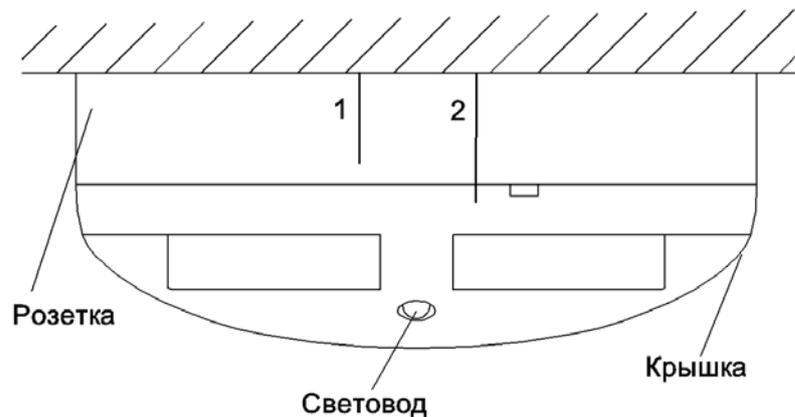
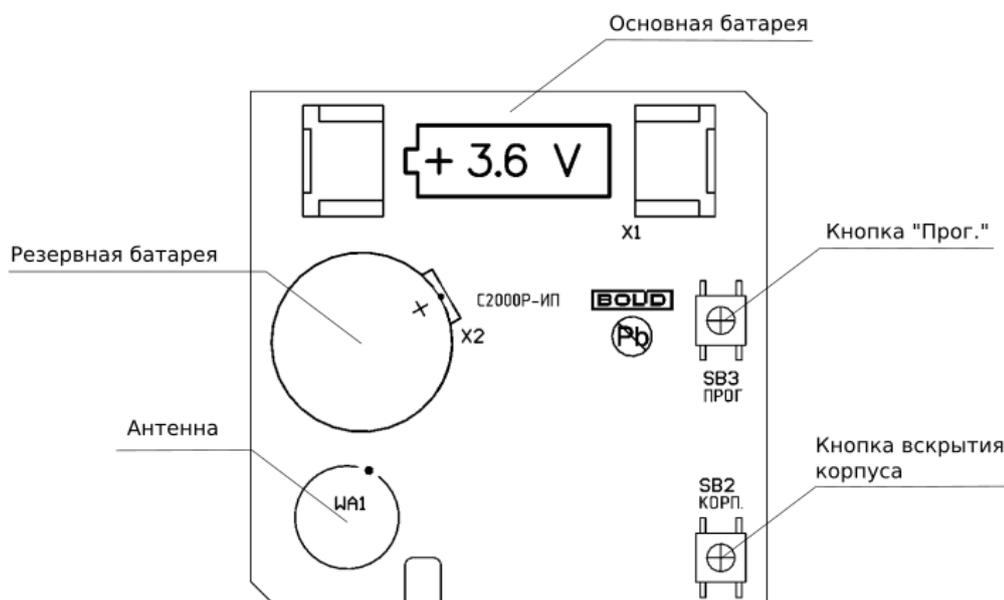

Рисунок 2.1 Внешний вид извещателя
Рисунок 2.3 Расположение элементов на плате
На розетке и крышке извещателя имеются риски для облегчения ориентирования частей корпуса при сборке (см. Рисунок 2.1). При установке извещателя в розетку следует совместить риску на крышке с риской 1 на розетке, затем повернуть крышку до совмещения с риской 2. Разборка производится в обратном порядке.
При обратной установке крышки, крепёжные выступы вставляются в пазы, указанные на Рисунке 2.2, и язычок должен совпасть с кнопкой вскрытия корпуса (см. Рисунок 2.3).
На плате извещателя располагаются элементы питания и органы управления прибором (см. Рисунок 2.3):
- При установке извещателя в розетку следует совместить риску на крышке с риской 1 на розетке, затем повернуть крышку до совмещения с риской 2 (см. Рисунок 2.1).
- Розетка извещателя устанавливается в монтажный комплект «МКЗ» и фиксируется с помощью двух шурупов таким образом, чтобы риски на корпусе розетки (см. Рисунок 2.1) совпали по расположению с рисками на фланце монтажного комплекта.
- Нажать кнопку «Прог.» на плате извещателя (см. Рисунок 2.3) на время более 3 секунд, либо направить луч лазерного тестера на световод извещателя (см. Рисунок 2.1) на время более 3 секунд.